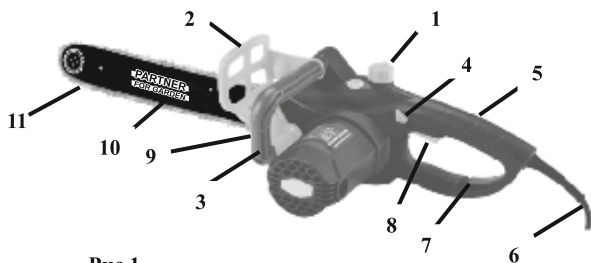

Рис.1.
- **Защитный щиток (2)** (Рис.1) защищает руку оператора при проведении распиловочных работ.
- **Кнопка блокировкипуска (4)** (Рис.1) предотвращает случайное включение двигателя. Она расположена на боковой поверхности задней рукоятки.
- **Клавиша пуска (8)** (Рис.1) не может быть нажата, если не нажата кнопка блокировкипуска (4) (Рис.1).
- **Задняя ручка (5)** (См. Рис.1). Задняя ручка имеет снизу расширенный защитный экран, который защищает руки от травм в случае разрыва цепи, а также от царапин ветками и сучьями во время работы.
- **Пильная цепь, снижающая риск отскока (11)** (См. Рис.1). Пила снабжена высококачественной цепью, снижающей риск отскока и его интенсивность, благодаря специально разработанным контурным звеньям.
- Откройте крышку наливной горловины бака (1)(См. Рис.1).
- Залейте необходимый объём масла в бак, контролируя его уровень по мерному окну (9)См. Рис.1).
- Обхватите переднюю дуговую ручку пилы (3)(См. Рис.1) левой рукой. Правой рукой возьмитесь за заднюю ручку (5)(См. Рис.1).
- Зажмите кнопку блокировки пуска (4)См. Рис.1).
- Нажмите на клавишу пуска (8)(См. Рис.1)